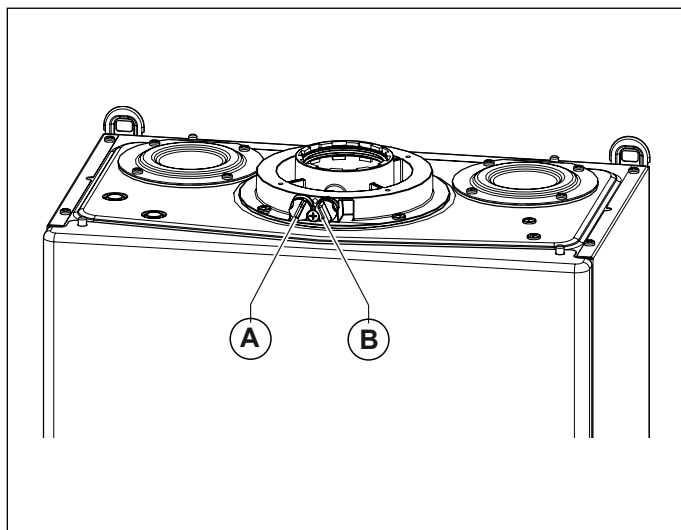
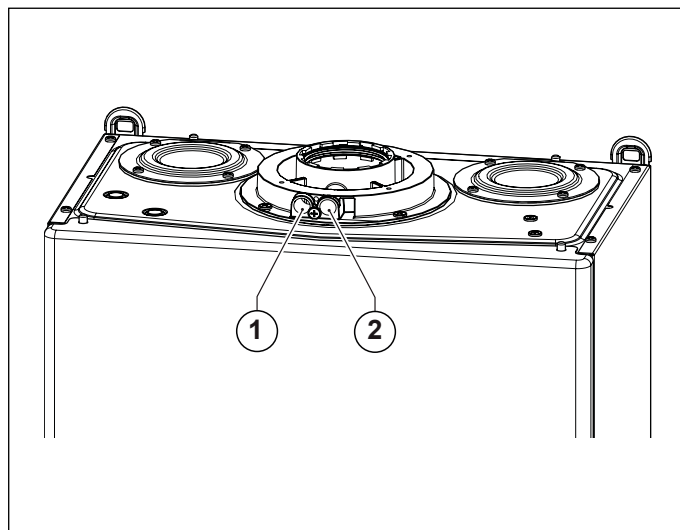

Рис. 15 Положення заглушок
Рис. 16 Положення отворів
На котлі є патрубок для підключення до системи забору повітря/димовідведення (дивись Рис. 15 Положення заглушок та Рис. 16 Положення отворів).
В патрубок передбачено два отвори для прямого доступу до повітря, що йде на згоряння, та до димових газів (дивись Рис. 16 Положення отворів).
Для проведення вимірів необхідно зняти заглушки **A** та **B** з отворів на патрубку (дивись Рис. 15 Положення заглушок).
- замір температури повітря що йде на горіння **1** (дивись Рис. 16 Положення отворів).
- замір температури димових газів та вмісту CO₂ в спеціальному отворі **2** (дивись Рис. 16 Положення отворів).